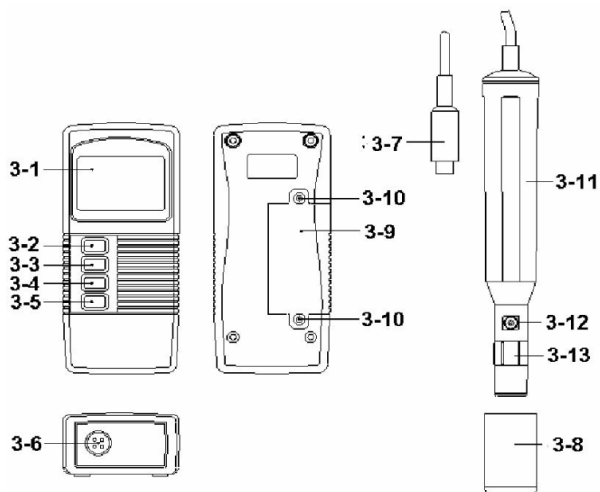

図1 各部の名称
(1) “酸素プローブ端子”(図 1 3-7)を“酸素プローブ入力端子ソケット”(3-6)に接続します。